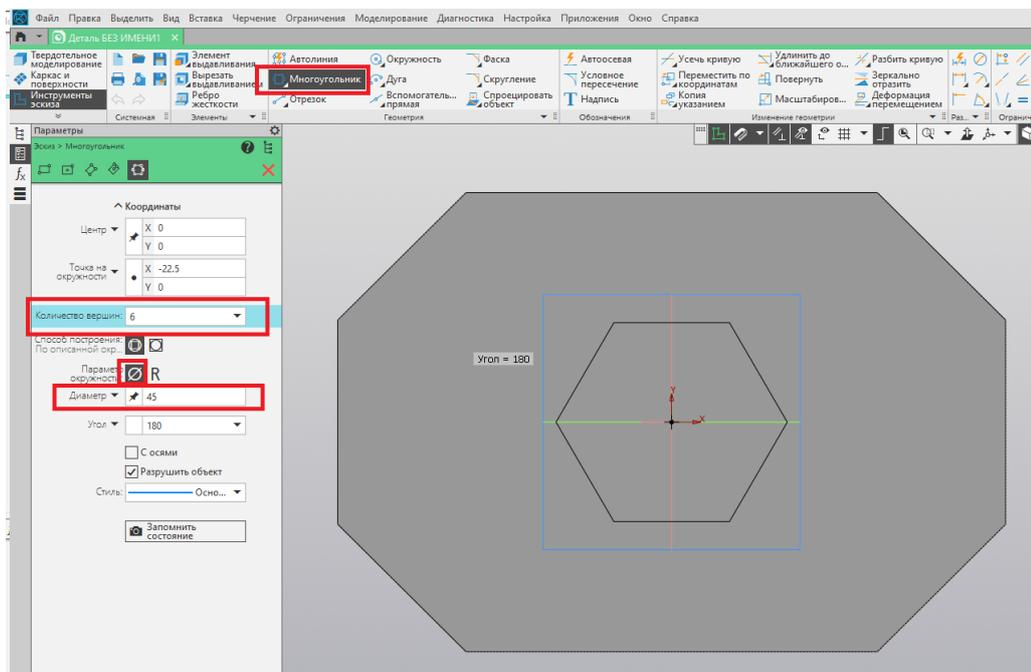

Рис. 90
18. При помощи команды «Многоугольник» создаём шестиугольник с диаметром описанной окружности, равным 45 мм (рис. 90).